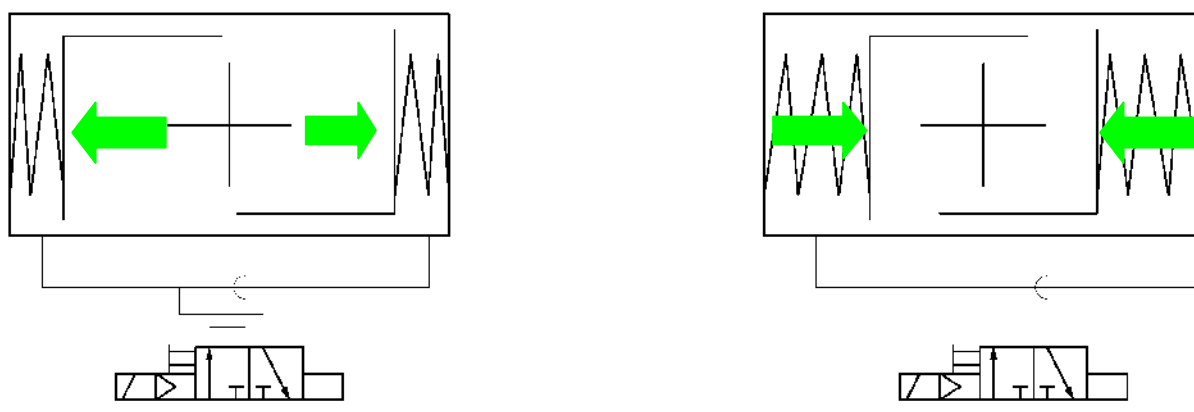

Figura 2 : Schemi di funzionamento per attuatori a semplice effetto EBx SR(F)
- ▶ Attuatori a semplice effetto con ritorno a molla EBx SR(F) sono mostrati in Figura 2.
Gli attuatori con ritorno a molla devono essere alimentati solo tramite il collegamento a sinistra, vedere figura 2